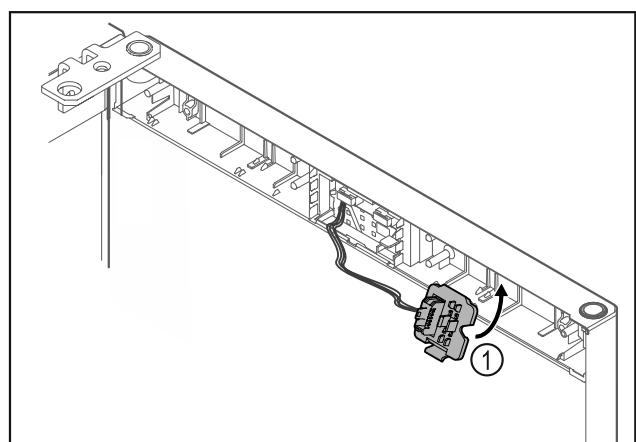

Fig. 13
► Steckerhalterung Fig. 13 (1) auf Gegenseite einrasten.*